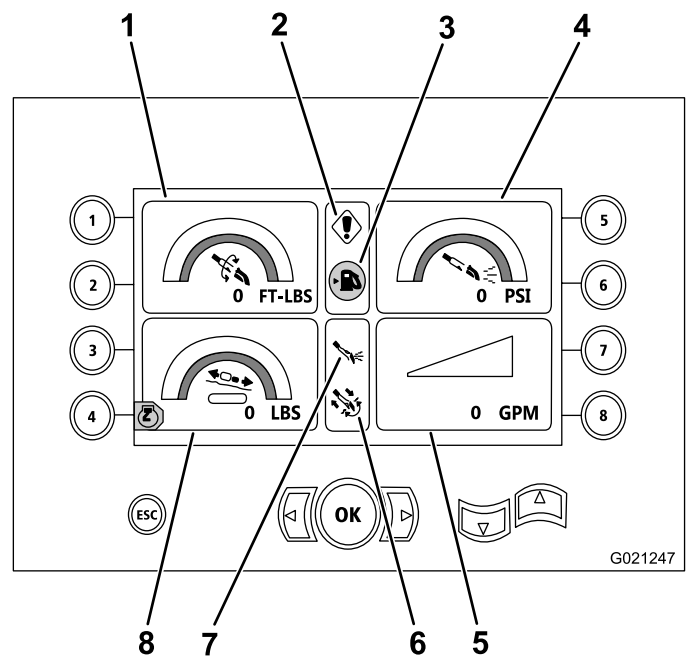

Bild 17
Dieser Bildschirm zeigt den Drehdruck in ft-lb, den Bohrflüssigkeitsdruck in psi, die Wagenkraft in lb sowie die Durchflussrate der Bohrflüssigkeit in gpm an (Bild 17).
- Bohr- bzw. Motorfehlercode (Bild 17)
- Kraftstoffwarnleuchte (Bild 17)
- Bohrflüssigkeit ist in der Ein-Stellung (Bild 17)
- Automatisches Bohren ist in der Ein-Stellung (Bild 17)